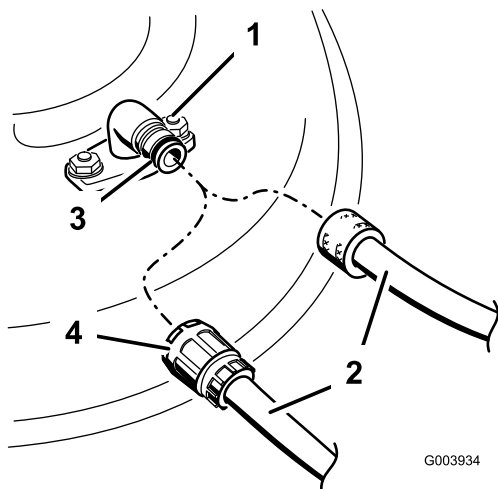

Figure 59
3. Branchez le raccord du flexible au raccord de lavage du tablier de coupe et ouvrez l'eau en grand (Figure 59).